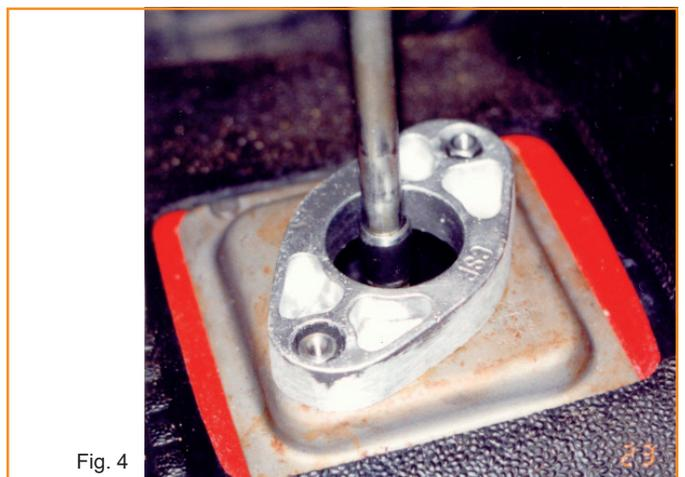

Fig. 4
- Place the aluminium plate over the two nuts, with the CSP-sign facing up. See Fig.4
- Setzen Sie die Schaltwegverkürzung mit dem CSP-Zeichen nach oben über den Schalthebel und die Distanzmuttern. Siehe Fig.4.